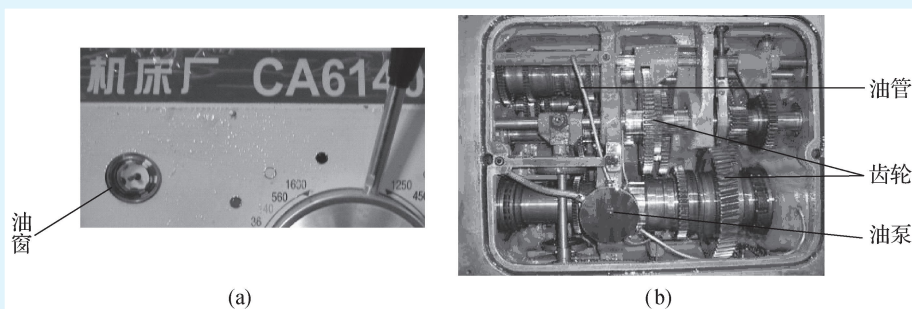

图 1-12 主轴箱的润滑
(1) 主轴箱的润滑如图1-12所示。其润滑方式为油泵循环润滑和溅油润滑，润滑油为L-AN46全损耗系统用油。